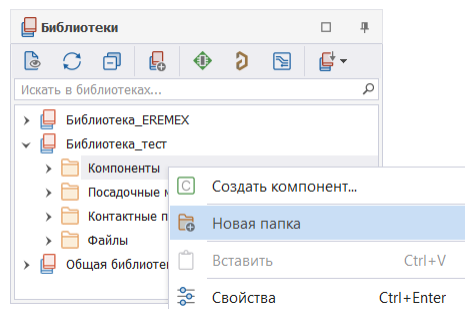

Рис. 6 Создание вложенных папок
2. Из контекстного меню выбрать «Новая папка», см. Рис. 6.